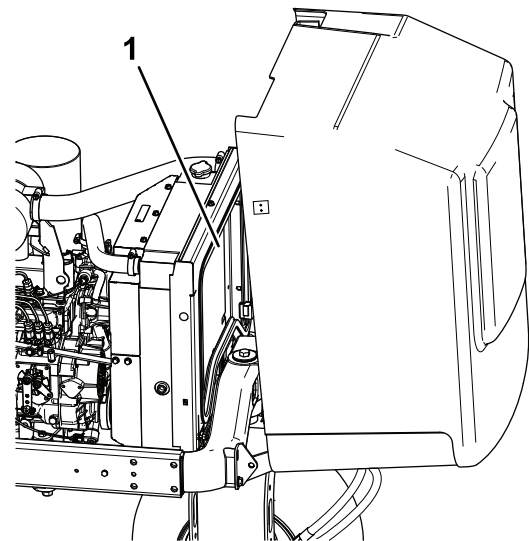

Figura 69
5. Limpie a fondo ambos lados del radiador con agua o aire comprimido (Figura 69).